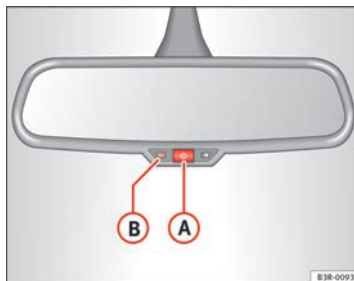

Abb. 103 Abblendbarer Innenspiegel: Kontrollleuchte und Ein-/Aus-schalt-Taste ▶
- Drücken Sie die Taste **(A)** ⇒ Abb. 103. Die Kontrollleuchte **(B)** erlischt.
- Drücken Sie die Taste **(A)** ⇒ Abb. 103. Die Kontrollleuchte **(B)** leuchtet.